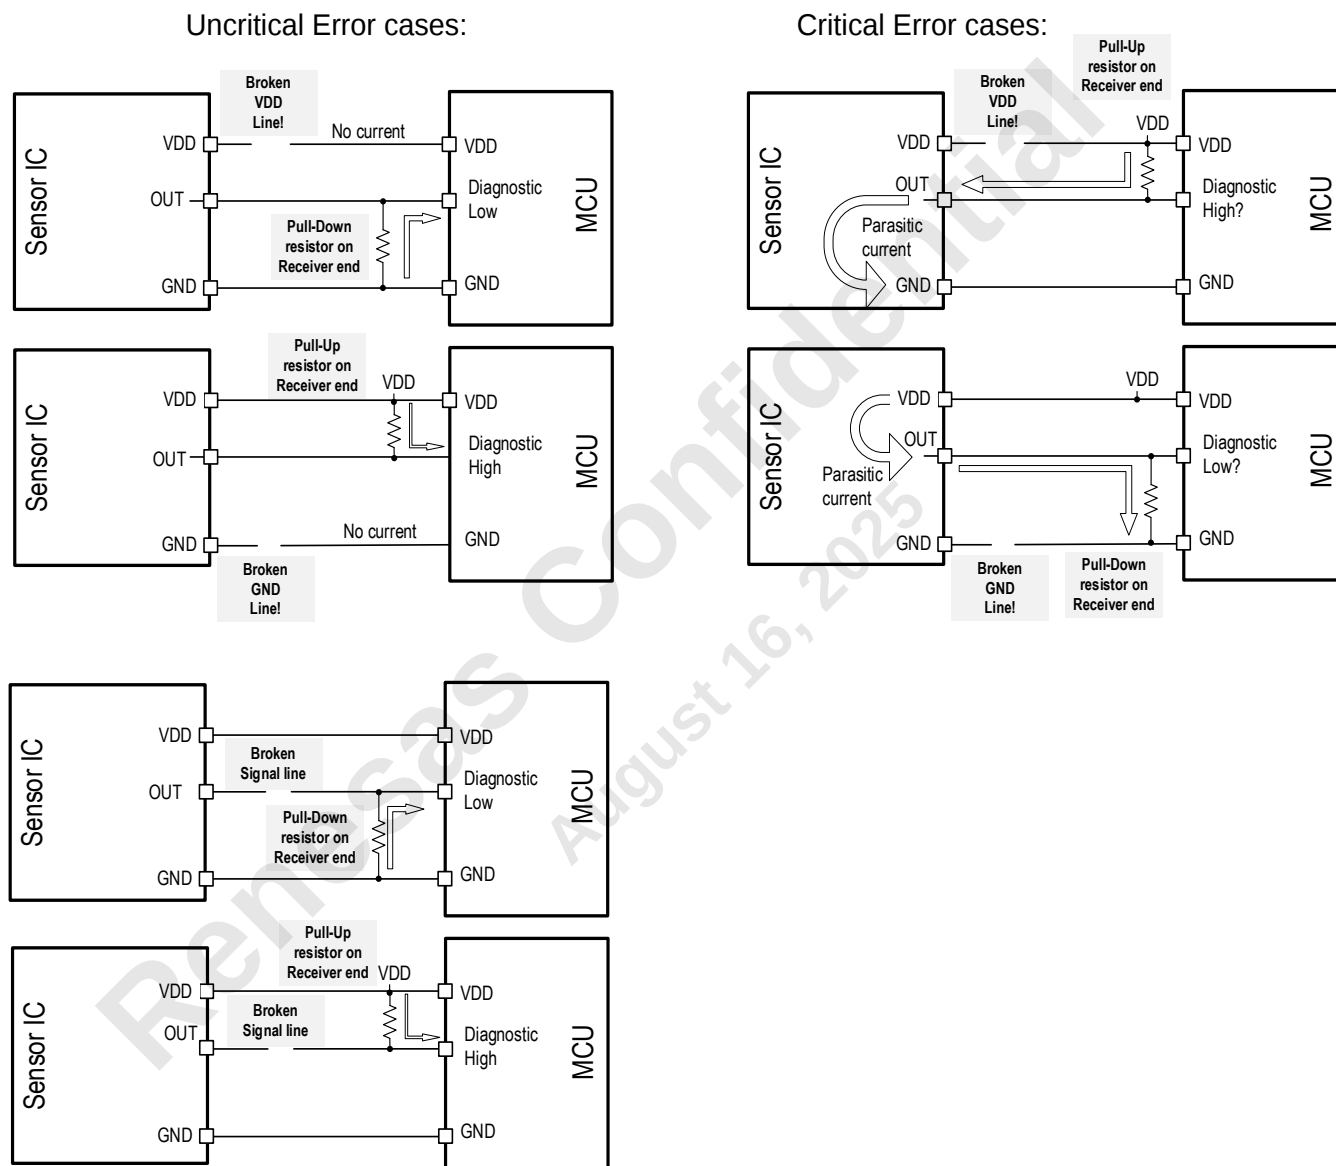
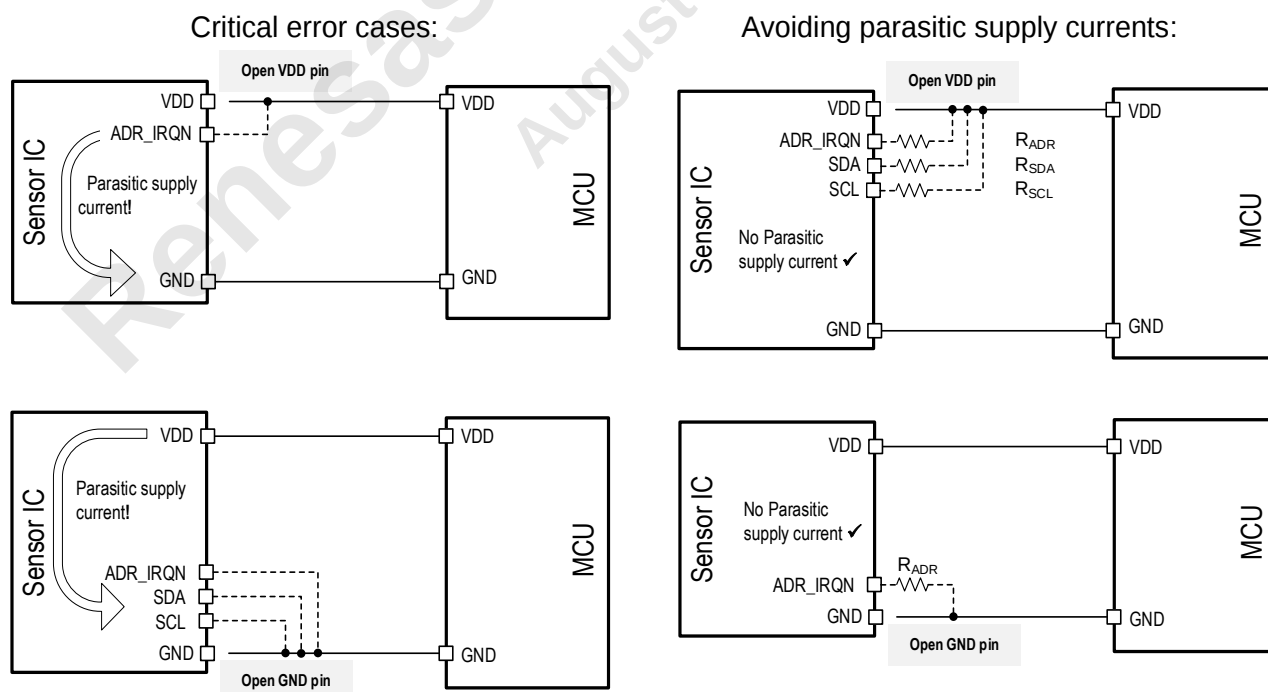

図 25 VDD または GND ラインの断線によるアナログ出力の寄生電流
図 26 ADR_IRQN 端子、SDA 端子、SCL 端子の寄生電流
電源、グランド、またはアナログ出力の断線のほとんどはアナログ出力端子の DC 電圧をモニタすることにより容易に検出可能です。図 25 左列の図を参照してください (OUT は SIN_SCL、SINN、COS_SDA または COSN です)。診断エラーまたは信号線断線の場合、影響を受けた端子の DC 電圧は外付けのプルアップ抵抗またはプルダウン抵抗により診断範囲 (diagnostic high または diagnostic low) へ引き込まれます。
- 受信側に外付けプルアップ抵抗が有る場合の VDD の断線 (図 25 右上の図参照):
- 受信側に外付けプルダウン抵抗が有る場合のグランド配線の断線 (図 25 右下の図参照):
VDD または GND 端子がオープンの場合、ADR_IRQN または SDA、SCL が VDD または GND に直接接続されている場合に寄生電源電流が流れる可能性があります（図 26 の Critical error cases 参照）。このような寄生電源電流を避けるには、図 26 の Avoiding parasitic supply currents に示すように、これらの端子を VDD または GND に抵抗を介して接続します。R_{ADR}、R_{SDA}、R_{SCL} の値は表 14 を参照してください。
p.31 図 15,図 14: SCL の接続変更 p.32 セクション 15.2: 電源電圧の表記を $3.3V \pm 10\%$ または $5.0V \pm 10\%$ から、$3.3V \pm 0.3V$ または $5.0V \pm 0.5V$ に変更 p.32 セクション 15.3.1: 説明と表の追加 p.32 図 17: 抵抗と抵抗値の表記変更 p.33 セクション 15.3.2: 参照する図の変更と表の追加 p.17 図 18: 抵抗値の表記変更 p.34 図 19: 抵抗値の表記変更 p.34 図 20: 抵抗値の表記変更 p.36 図 22: 抵抗値の表記変更 p.36 セクション 17: 図 22 の下の注記の修正 p.37 セクション 17.1: 動作電源電圧の記載を $3.3V \pm 10\%$ または $5.0V \pm 10\%$ から、$3.3V \pm 0.3V$ または $5.0V \pm 0.5V$ に変更 p.37 表 22: Supply voltage range のプログラムオプションの記載を $3.3V \pm 10\%$ または $5.0V \pm 10\%$ から、$3.3V \pm 0.3V$ または $5.0V \pm 0.5V$ に変更 p.40 セクション 18.2.1.2: 説明文の修正、追加 p.41 図 25: タイトル修正 p.42 表 24: 参照する図の明記 p.42 表 25: 参照する図の明記 p.42 セクション 18.2.1.2: 説明文修正 p.42 図 26: 対象端子の追加、抵抗値の表記変更 p.44 表 26: Output buffer failure の Temporary タイプの説明修正、Static タイプの追加 p.45 セクション 18.5: C_T の参照先追加 p.48 セクション 24: 章名、表内の「注文」を「発注」に変更